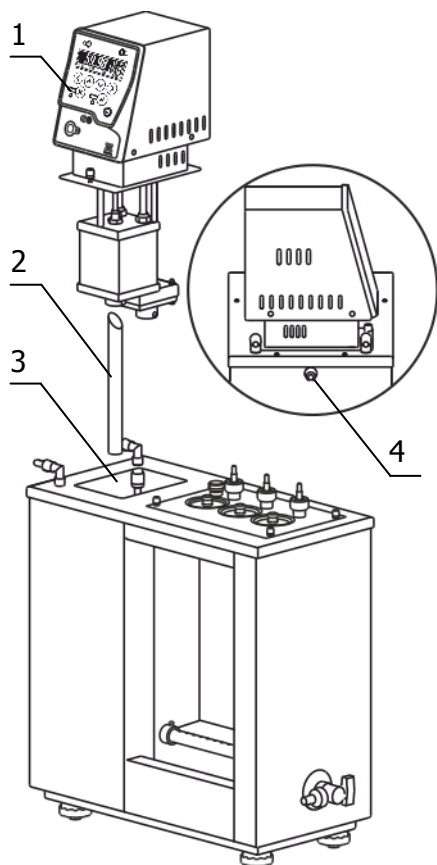

Рисунок 3 — Установка блока регулирования
2.2.3 В выходной патрубок блока регулирования вставить выходную трубку 2 (рисунок 3) косым срезом до упора и зафиксировать винтом.
Включить блок регулирования в соответствии с документом ТКЛШ 3.222.009-21 РЭ «Блок регулирования температуры погружной циркуляционный М03М». При работе циркуляционного насоса уровень теплоносителя в буферной ванне понизится. Доливать теплоноситель следует до тех пор, пока он не начнет переливаться через патрубок 4 (рисунок 3). Для улучшения видимости меток вискозиметров рекомендуем использовать источник света, расположенный у задней стенки термостата.